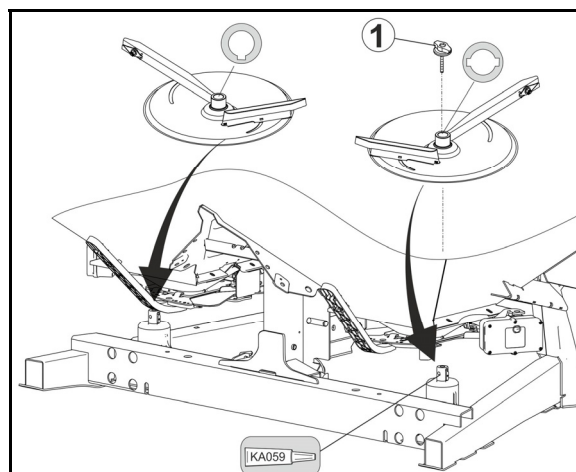

Fig. 60
1. Îndepărtați piulița-fluture (Fig. 60/1).